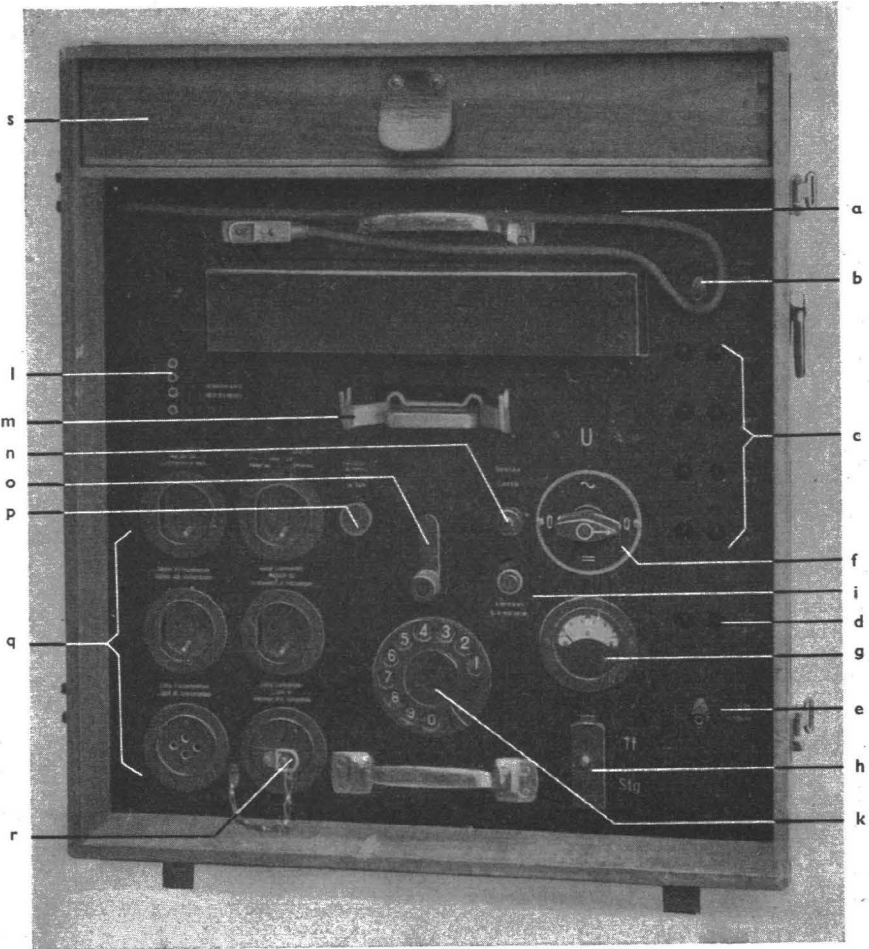

Bild 24
a) Zusammenschaltung (Bild 24 und 34).